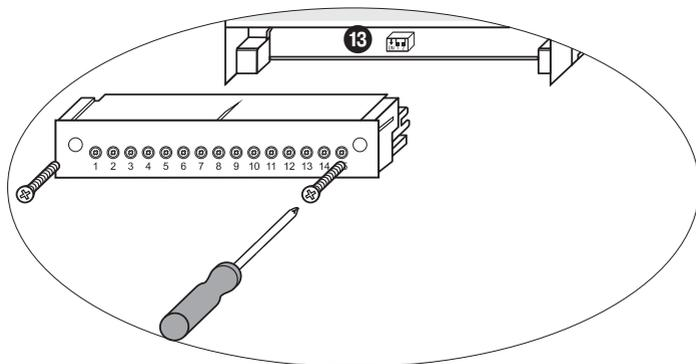

Fig. 9
- Regleta de bornes **inferior**: Soltar los tornillos de fijación a la derecha e izquierda y extraer la regleta de bornes. **Fig. 9**